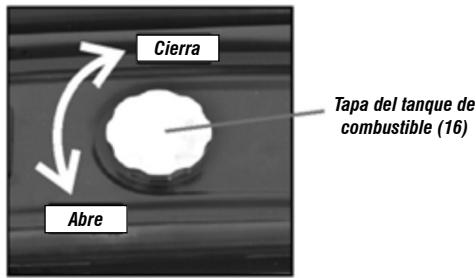

Fig. 10 – Tapa del tanque
- b. Abra la tapa del tanque (fig. 10);
- e. Cierre la tapa del tanque (fig. 10).